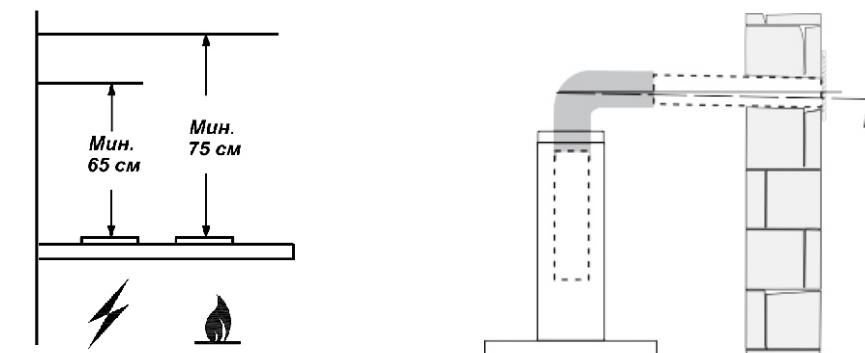

рис. 1
1.2 Вытяжку устанавливайте на высоте, как показано на рис. 1.
- разместите линию установки нижней части вытяжки над плитой (рис. 1);